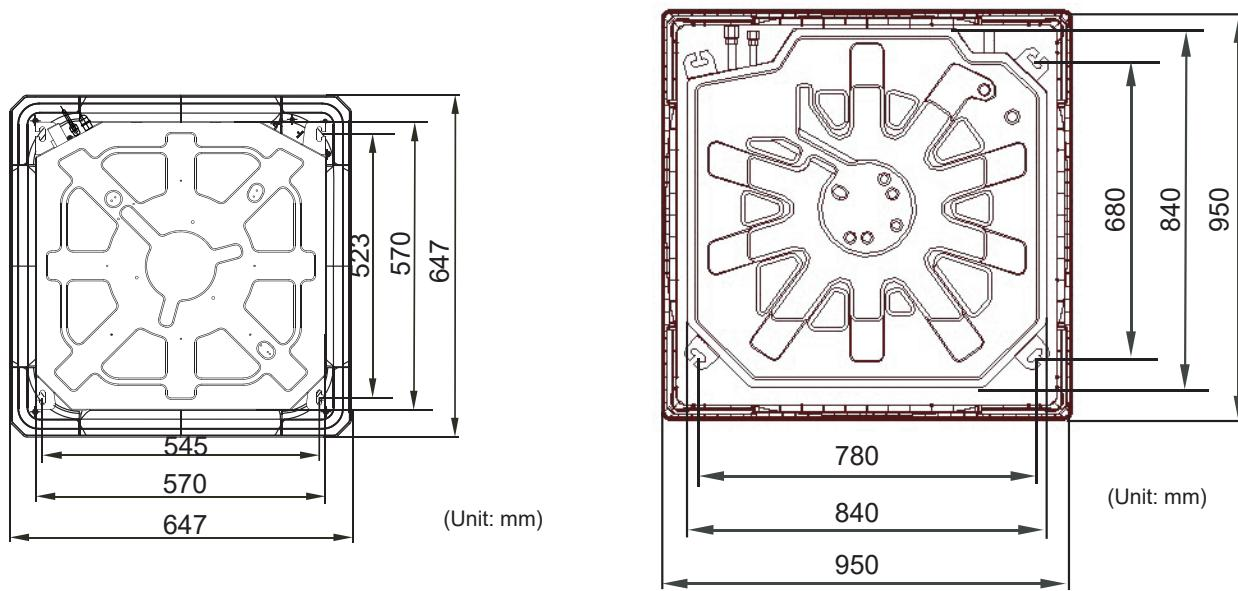

Рис. 7
- Для определения места расположения подвесных болтов следует использовать шабл (поставляется в комплекте с панелью). Отношения размеров показаны на рис. 7 и Рис. 5